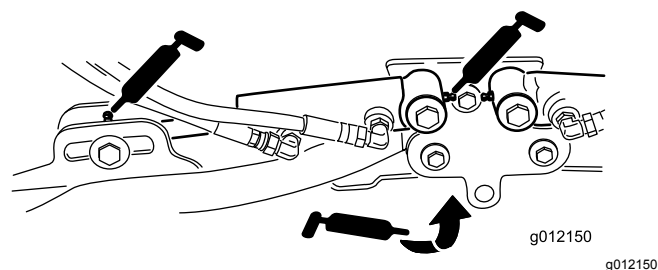

Figura 77
- Cilindros del brazo de elevación de la unidad de corte (2 en cada) (Figura 77)
- Pivotes del brazo de elevación (1 en cada) (Figura 77)